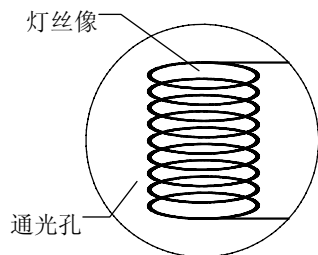

图 10
c. 白纸上会出现灯丝的像,如果灯丝的像没有对中,关小孔径光栏,调节灯泡调中螺钉使灯丝像对中,然后调节聚光镜调节旋钮,直到获得清晰的灯丝像为止,见图 10。